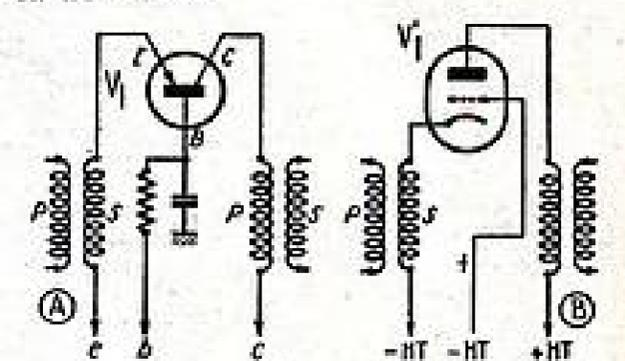

FIG. 4
c) Montage avec collecteur à la masse qui correspond au cathode-follower (figures 4 A et 4 B). Entrée à la base (grille) sortie à l'émetteur (cathode).